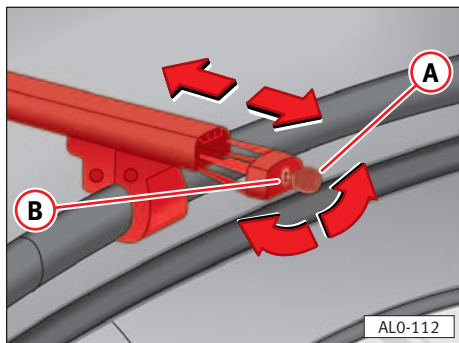

Fig. 116
- 1 – Girar la llave (A) dentro de la cerradura (B) del soporte, y tirar de la misma ⇒ fig. 116.